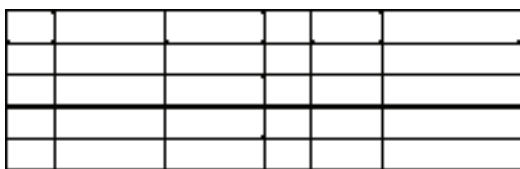

图 7-36 绘制的表格
13) 使用同样的方法，通过“特性”选项板将其他行的“单元高度”均设置为“8”，并将第 3 列的“单元宽度”设置为“25”，第 5 列的“单元宽度”设置为“18”，第 6 列的“单元宽度”设置为“35”。设置好表格的相关单元特性后，关闭“特性”选项板。绘制的表格如图 7-36 所示。